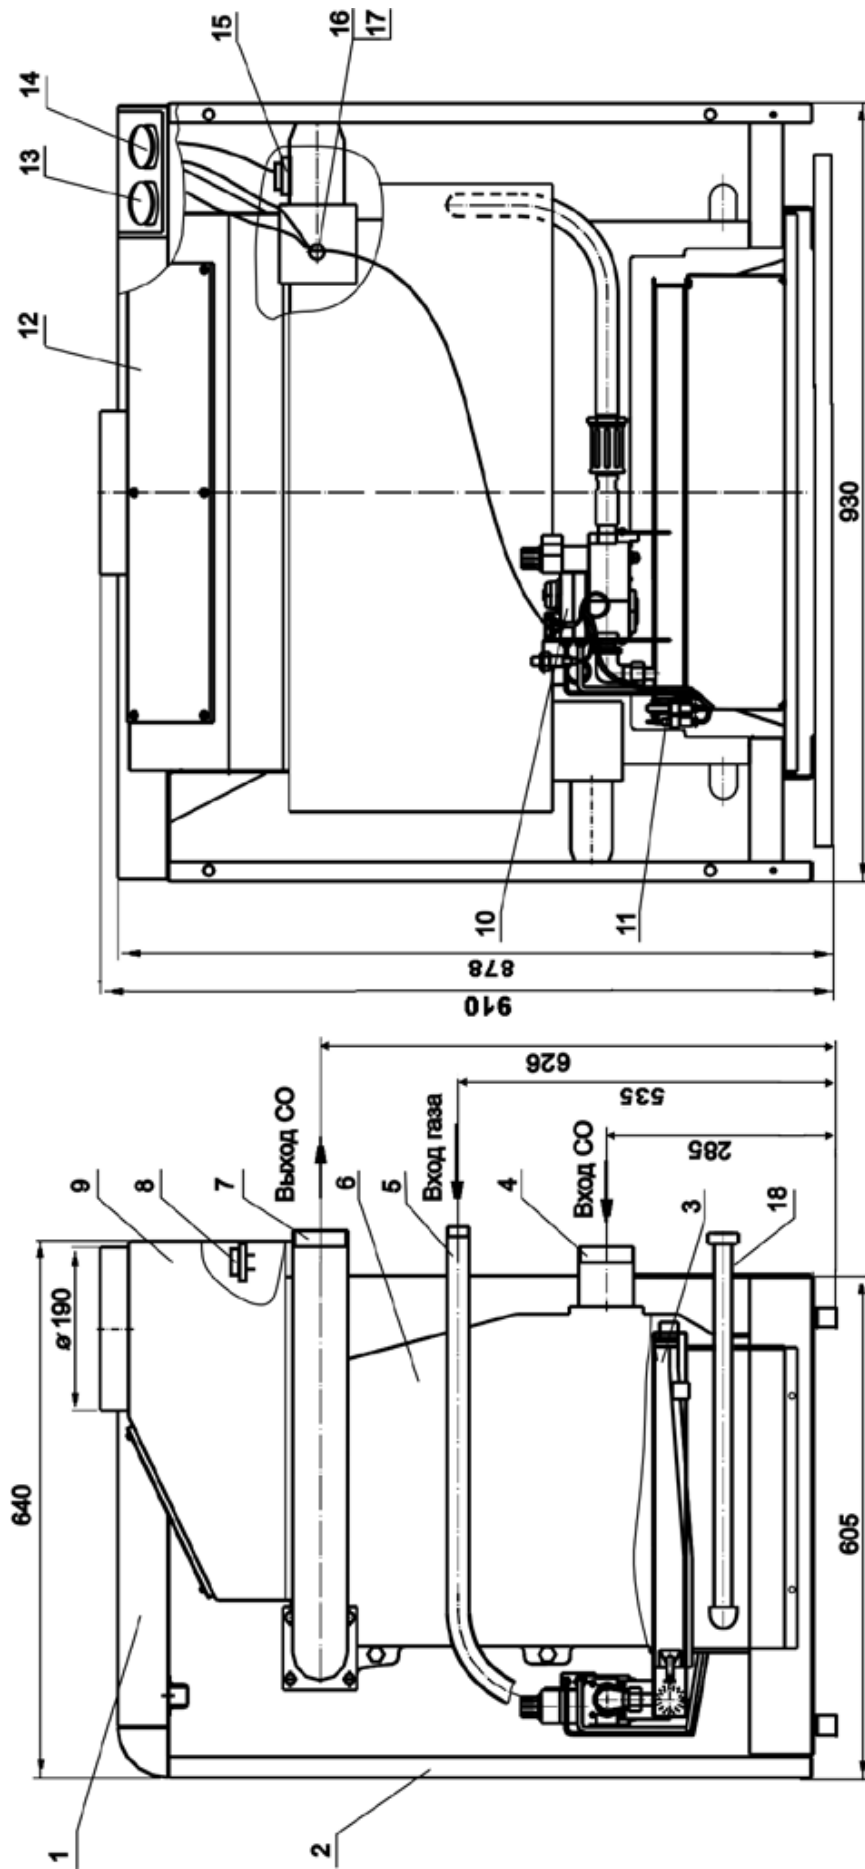
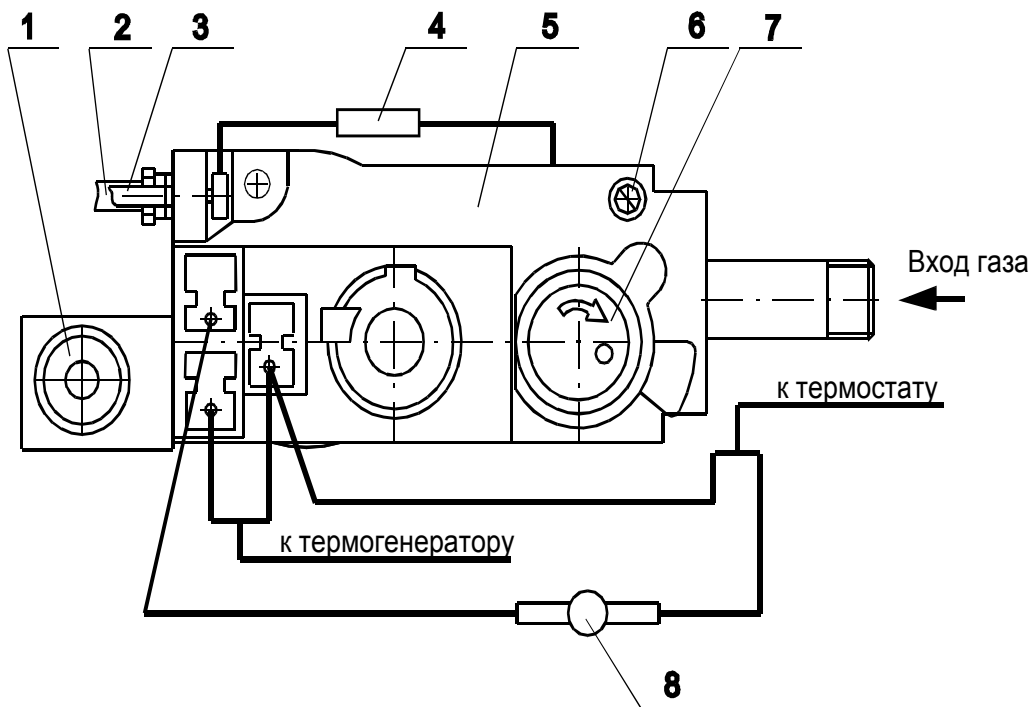
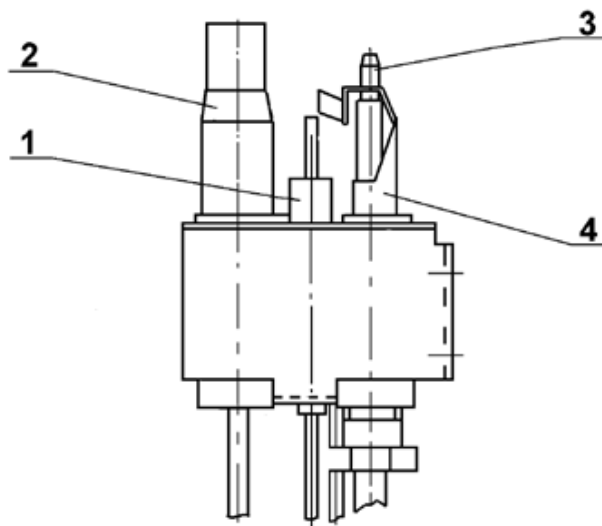

Рис.1 Котел отопительный водогрейный КОВ-Г-68 Комфорт
Рис.2 Блок управления
Рис.3 Устройство запальное
4.2. Теплообменник котла 6 (Рис.1) чугунный, оригинальной конструкции, обеспечивает коэффициент полезного действия 92%, длительный срок службы. В верхней части теплообменника установлен дымосборник 9 (Рис.1) с лючком 12 (Рис.1) для чистки газоходов теплообменника. В нижней части теплообменника установлены 2 трубы слива 18 (Рис.1), для полного слива воды из теплообменника.
4.3. Блок автоматики 5 (Рис.2) VS8620C представляет собой электромеханическое устройство и служит для подачи газа к запальнику и горелке, регулирования температуры воды в котле и автоматического отключения подачи газа при:
Установка требуемой температуры воды производится ручкой регулировочной термостата 14 (Рис.1), а ее контроль выполняется по термометру 13 (Рис.1).
4.5. Автоматика по перегреву 8 (Рис.2) (термостат предельного нагрева), соединенная проводами с блоком VS8620C и термостатом, обеспечивает автоматическое предохранительное отключение подачи газа на основную горелку при достижении температуры воды в баке -теплообменнике котла 93 °С ÷ 100 °С (в случае выхода из строя термостата или ошибочной настройки его на температуру выше 90 °С).
4.6. Автоматика по тяге состоит из датчика тяги (терморегулятора) 8 (Рис.1), укрепленного в задней части котла на дымосборнике 9 (Рис.1), и проводов, соединяющих терморегулятор с блоком автоматики 5 (Рис.2).
4.7. Устройство запальное Рис.3 предназначено для крепления запальника, термогенератора, термопары, свечи пьезорозжига и розжига основной горелки.
6.10. Проверьте работу пьезорозжига. При нажатии на кнопку пьезорозжига 1 (Рис.2) должна проскакивать искра между электродом свечи пьезорозжига 1 (Рис.3) и запальником 4 (Рис.3).
7.3.2. Снимите панель переднюю 2 (Рис.1), закрывающую блок управления. Нажмите кнопку пусковую 7 (Рис.2) блока управления до отказа и, удерживая ее, нажмите на кнопку пьезорозжига 1 (Рис.2). Запальник должен загореться.